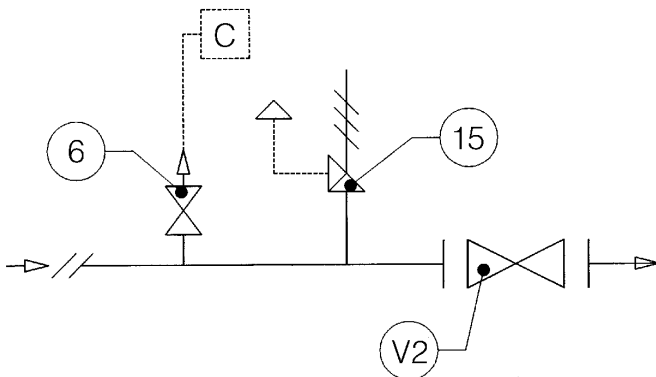

Fig. 5
3.1.1 INSTALLAZIONE DIRETTA SULLA LINEA (Fig. 5)
3.1.1 DIRECT INSTALLATION ON THE LINE (Fig. 5)